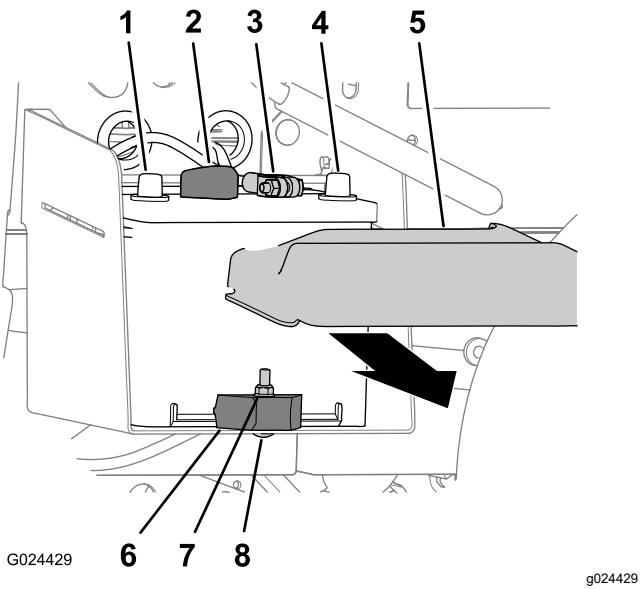

Figure 52
1. Appuyez de chaque côté du couvercle de la batterie et enlevez le couvercle en haut de la batterie (Figure 52).
2. Débranchez le câble négatif de la borne de la batterie (Figure 52).
3. Débranchez le câble positif de la borne de la batterie (Figure 52).
2. Retirez le contre-écrou, le boulon de carrosserie et la barrette qui fixent la batterie à son support (Figure 52).
3. Enlevez la batterie de son support (Figure 52).
1. Alignez la batterie sur son support sur la machine (Figure 52).
- Remarque:** Vérifiez que les bornes positive et négative de la batterie sont alignées comme montré à la Figure 52.
2. Fixez la batterie à son support au moyen de la barrette de maintien, du boulon de carrosserie et du contre-écrou (Figure 52).
1. Branchez le câble positif à la borne de la batterie (Figure 52).
2. Branchez le câble négatif à la borne de la batterie (Figure 52).
3. Reposez le couvercle au sommet de la batterie (Figure 52).